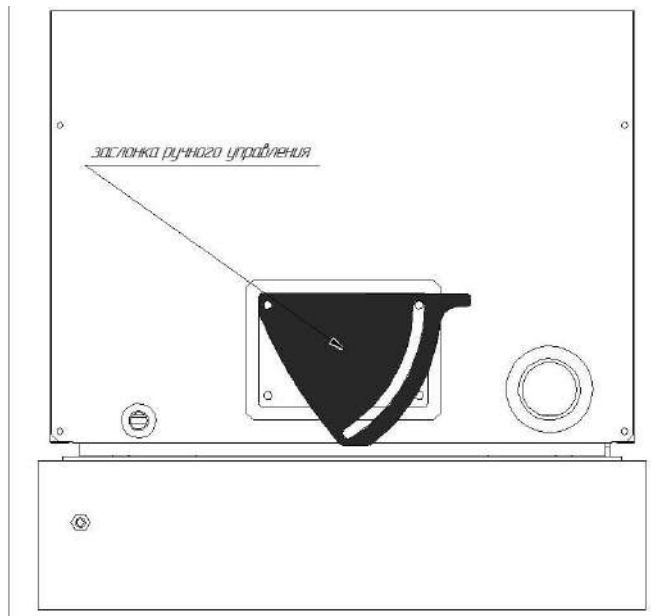

Рис. 11
- установить на фланец заслонку ручного управления, которая входит в комплект поставки смотри рис.11,